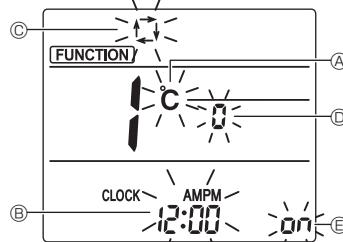

Fig. 4-11
Ekran görüntü ayarı ekranı görüntülenecektir. (Fig. 4-11)
4.12.2. Sıcaklık biriminin değiştirilmesi (Fig. 4-11 Ⓢ)
- TEMP** düğmesine ⑤ basın.
4.12.3. Zamanlayıcı ekranının değiştirilmesi (Fig. 4-11 Ⓑ)
- TIME** düğmesine ⑥ basın.
4.12.4. AUTO (OTOMATİK) modun değiştirilmesi (Fig. 4-11 Ⓒ)
- düğmesine ⑦ basın.
4.12.5. Çift No'sunun değiştirilmesi (Fig. 4-11 Ⓓ)
- ⤒** düğmesine ④ basın.